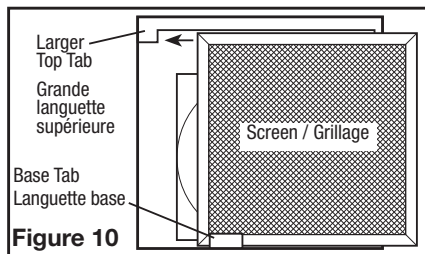

Figure 10
1. If the screen is not in place, insert the screen into the tab at the base of the unit (make sure the wider side of the screen is running side to side inside the unit) (**Figure 10**).
2. Slide the screen to the side with the larger top tab making sure the screen fits behind the tab (**Figure 10**).
1. Si le grillage n'est pas en place, insérez le grillage dans la languette située à la base de l'unité (assurez-vous que le côté le plus large du grillage est latéral à l'intérieur de l'unité) (**Figure 10**).
2. Faites glisser le grillage sur le côté avec la plus grande languette supérieure en vous assurant que le grillage s'adapte derrière la languette (**Figure 10**).